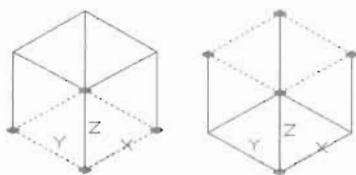

图 13-50
(5) 选择底面，使用 Copy (复制) 命令把三维面复制到顶面，如图 13-50 所示。